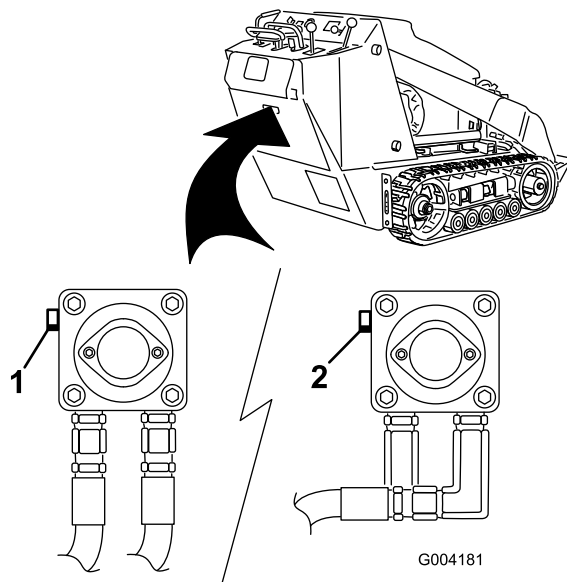

Figure 17
3. À l'aide d'une clé, donnez deux tours dans le sens anti-horaire aux vannes de remorquage situées sur les pompes hydrauliques (Figure 17).